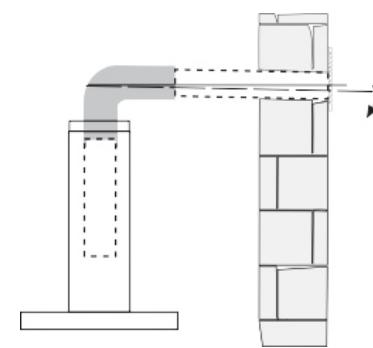

рис. 1A
1.5 При выводе воздуховода на улицу (через отверстие в стене) должен быть уклон воздуховода, как на рис. 1A .